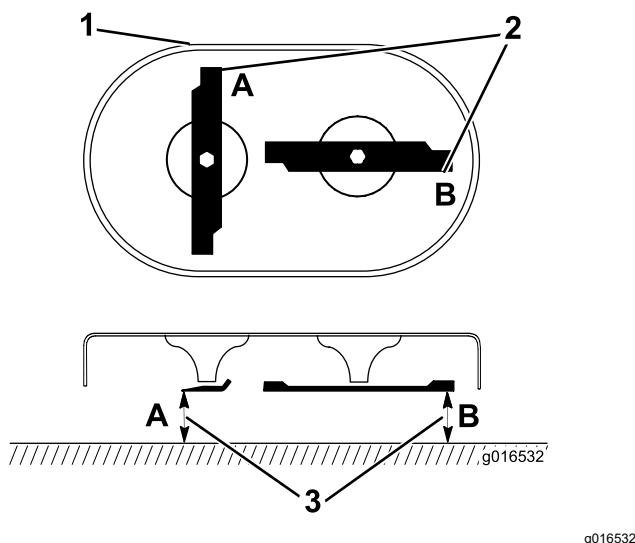

Figura 28
1. Ruotate le lame nella posizione illustrata nella Figura 28.
2. Misurate da una superficie piana ai bordi di taglio nelle posizioni **A** e **B** (Figura 28), e registrate entrambe le dimensioni.
3. Ruotate le lame in modo che le estremità opposte si trovino nei punti **A** e **B** (Figura 28).